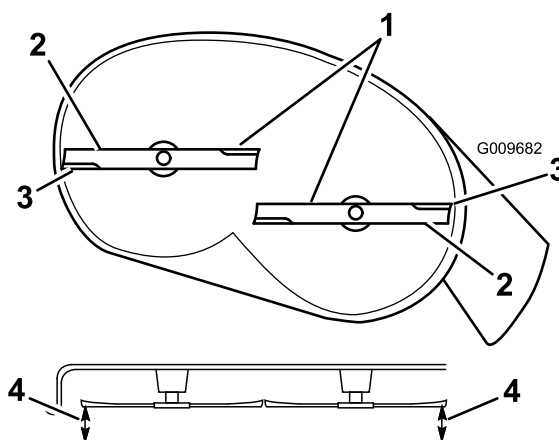
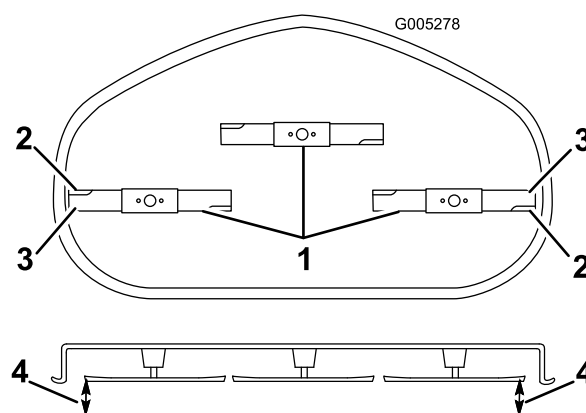

Figure 55
Figure 56
- Faites pivoter les lames avec précaution pour qu'elles soient toutes parallèles (Figure 55 et Figure 56).
- Mesurez la distance entre les tranchants extérieurs et la surface plane (Figure 55 et Figure 56). Si les deux mesures diffèrent de plus de 5 mm (3/16 po), un réglage s'impose. Poursuivez la procédure.